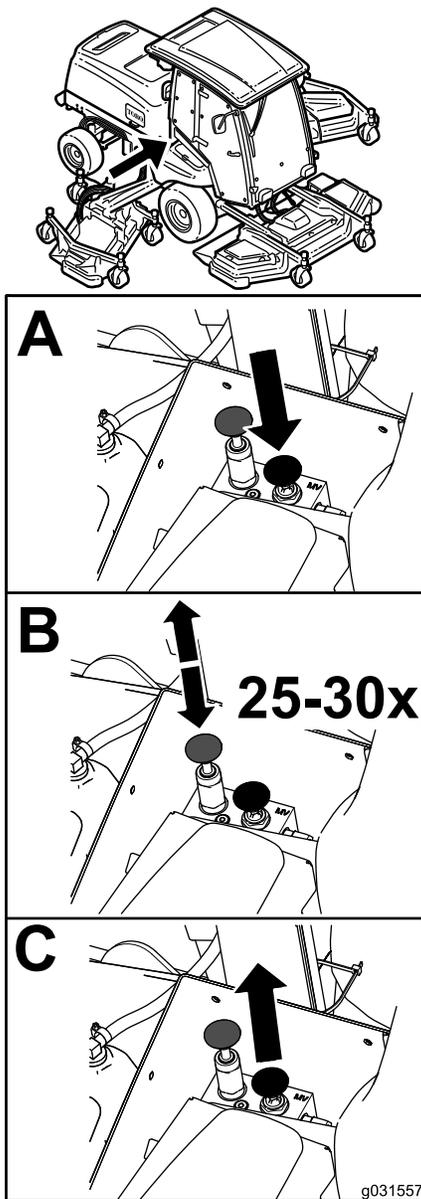

図 68
4. 図 68 のように、バイパスバルブとプランジャで手で自動駐車ブレーキを解除する。